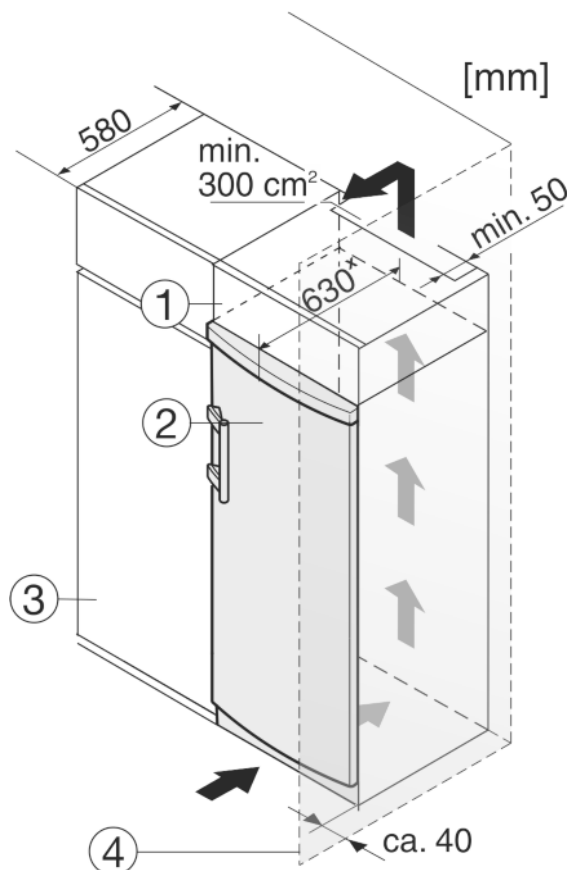

Fig. 10
Uređaj se može adaptirati za ugradnju u kuhinjske ormare. Kako biste uređaj Fig. 10 (2) prilagodili visini kuhinjskog namještaja, iznad uređaja možete postaviti viseći ormar Fig. 10 (1).
Kod adaptacije s normalnim kuhinjskim ormarama (dubina maks. 580 mm) uređaj se može postaviti direktno uz kuhinjski ormar Fig. 10 (3). Uređaj stoji bočno 34 mm x i u sredini uređaja 50 mm x nasuprot pročelju kuhinjskog ormara.
Kada se uređaj postavlja s okovima pored zida *Fig. 10 (4)*, razmak između uređaja i zida mora iznositi najmanje 40 mm. To odgovara stajanju ručice kod otvorenih vrata.